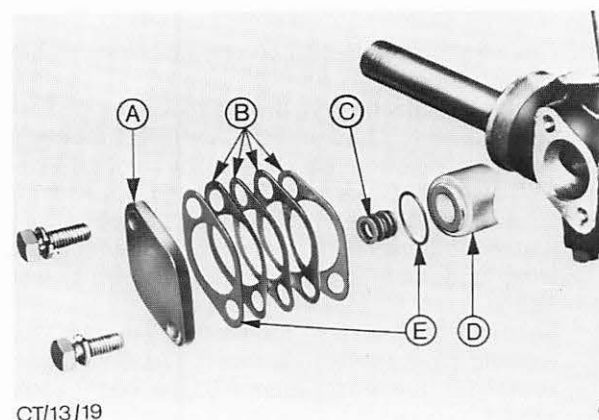

Abb. 28 A = Gleitsteindeckel D = Gleitstein
16. Gleitstein und Druckfeder einsetzen, Ausgleichscheibenpaket einschl. Dichtung, falls vorhanden, aufsetzen und anschließend Gleitsteindeckel anschrauben. Abb. 28.